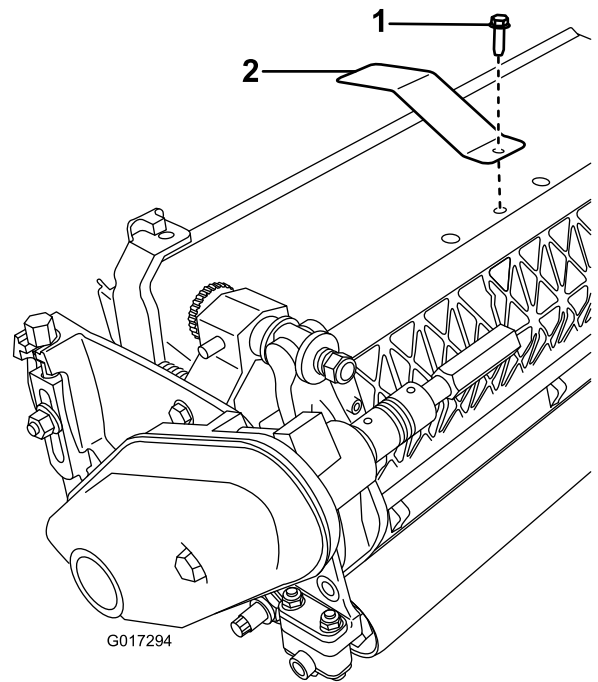

図 13
2. 中央のガラスシールドボルトを外す 図 13。
3. 取り外したボルトを使って、ターゲットプレートをカッティングユニット上部プラスチック製カウリングの下に取り付ける 図 13。